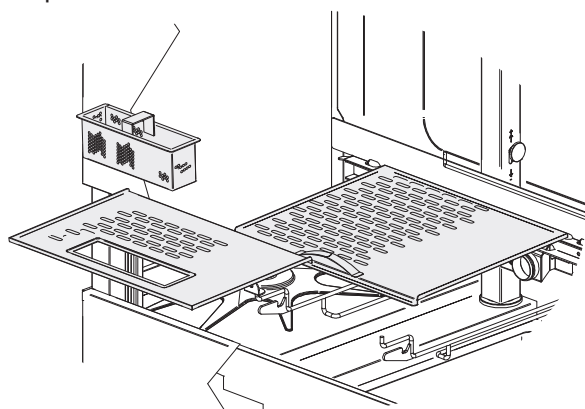

fig. 8
- Con vasca vuota, estrarre i filtri dalle vasche e dalle pompe (vedi fig. 8 - 9). Fare attenzione che i residui di lavaggio presenti nei filtri non cadano dentro alle vasche. Pulire i filtri con una spazzola rigida sotto un forte getto d'acqua.